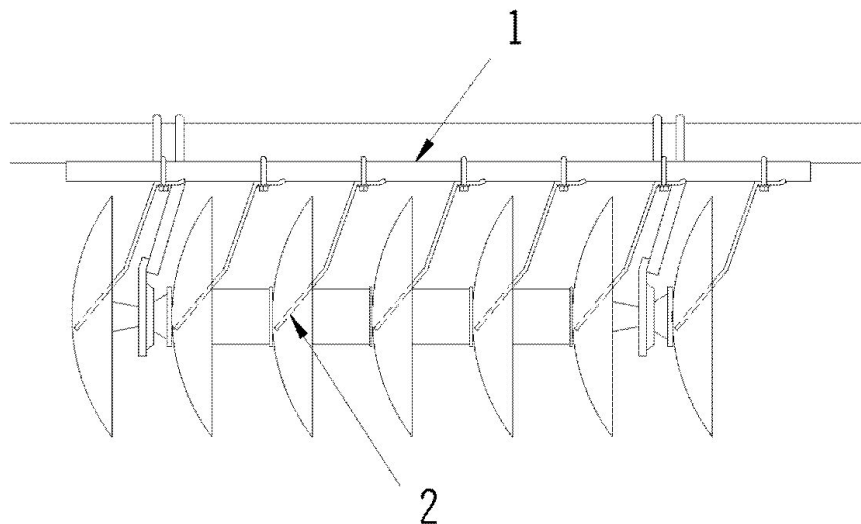

Рис. 10 Регулировка скребков
11. Отрегулировать секцию скребков 1 (рис. 10), скребки 2, каждой дисковой батареи так, чтобы лезвие каждого скребка касалось дискового лезвия.